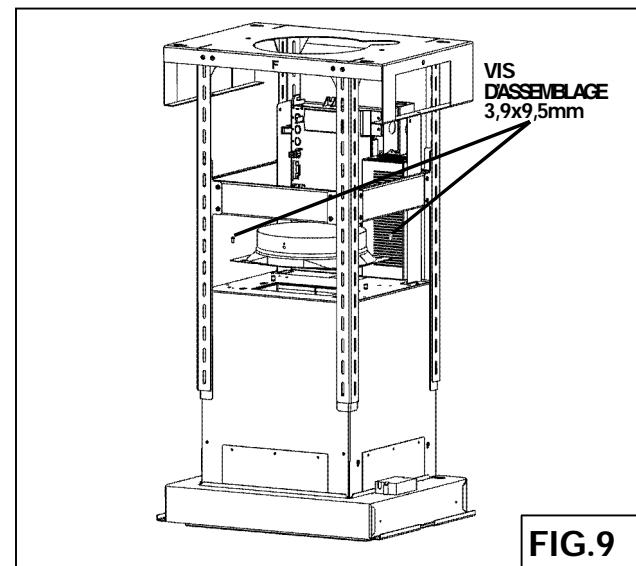

FIG.9
5. Fixer le Collier d'évacuation au haut de votre hotte, la fixation a lieu au moyen des 2 vis (3.9x9.5mm) qui se trouvent à l'intérieur du sachet accessoires (Fig.9). Voir page 34 pour l'installation non-conduit.